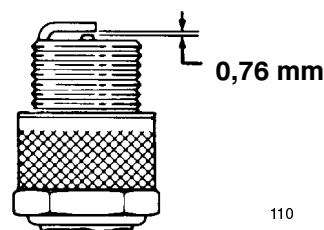

Figure 30
3. Réglez l'écartement des électrodes de la bougie neuve à 0,76 mm (Fig. 30).